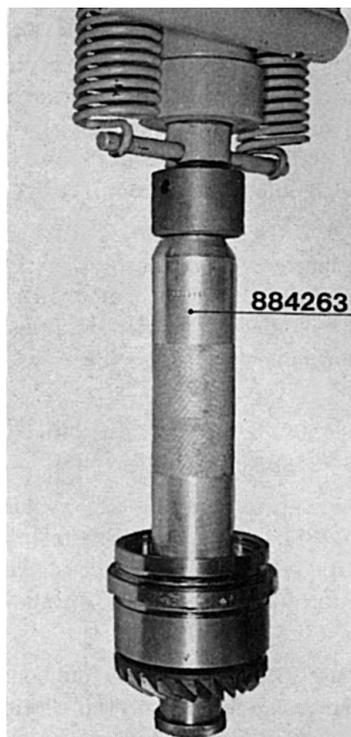

Fig. 8.
2. Monter le pignon de commande dans la boîte à double roulement 3 et monter ensuite le petit roulement à rouleaux 4 de manière à obtenir une légère tension. Se servir pour ce travail de l'outil 884263, figure 8.